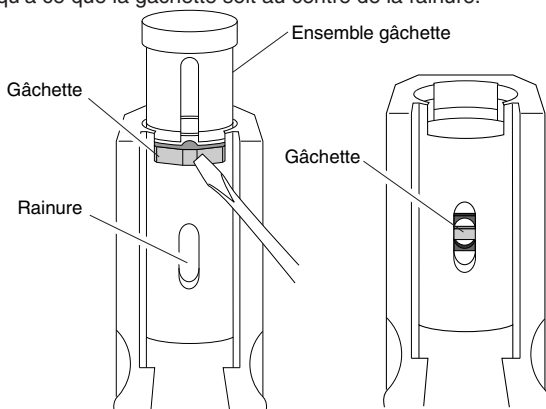

Figure 10 - Insertion de l'ensemble gâchette dans le cylindre – Vue du bas de l'outil
2. Insérer l'ensemble gâchette dans le cylindre à l'arrière de l'outil. Cet ensemble est formé de la gâchette, du ressort et du porte-gâchette (éléments 20, 21 et 22, page 70). Insérer l'ensemble gâchette en commençant par l'extrémité de la gâchette (Figure 10). S'assurer que la gâchette pointe bien vers le bas de l'outil. **Note** : Au moyen d'un tournevis, appuyer sur la gâchette de façon que l'ensemble gâchette puisse passer dans le cylindre. Pousser l'ensemble dans le cylindre jusqu'à ce qu'il s'arrête. **Note** : Il est possible de voir la gâchette à travers la rainure au bas du cylindre. Au moyen d'un tournevis, appuyer sur la gâchette à travers la rainure. Continuer de pousser l'ensemble gâchette dans le cylindre jusqu'à ce que la gâchette soit au centre de la rainure.